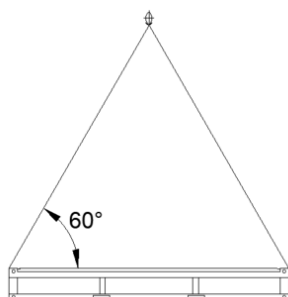
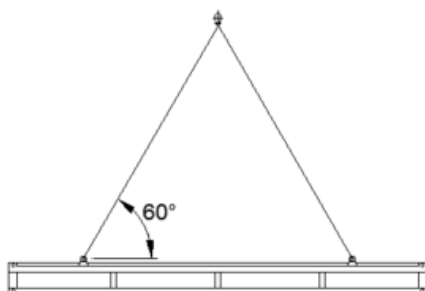

Bild 1
Bild 3
- 10', 16', 20' und 24' moduler resp. paket kan lyftas med en truck (gaffellängd minst 2.450 mm, gaffelbredd minst 200 mm) eller med kran. Repen ska fästas vid de övre modulkörnen (vid 10', 16', 20') resp. ögonbultar/kranöglor (24'). Vinkeln mellan lyftlinan och den horisontella måste vara minst 60° (bild 1 resp. bild 3). Den erforderliga linlängden för en 20' modul är minst 6,5 m.
- 30' moduler resp. paket kan lyftas med kran. Linorna ska fästas på de ovan påskruvade skruvöglorna/lyftöglorna. Vinkeln mellan lyftlinan och horisontallinjen måste vara minst 60° (bild 3).